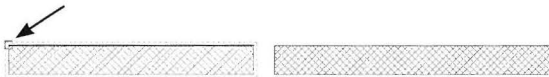

Fig. 06.13. Marker - vælg Move - klik i punktet hvor du vil flytte fra.
- Klik på et punkt på elementet, fx. på hjørnet (Fig. 06.13).